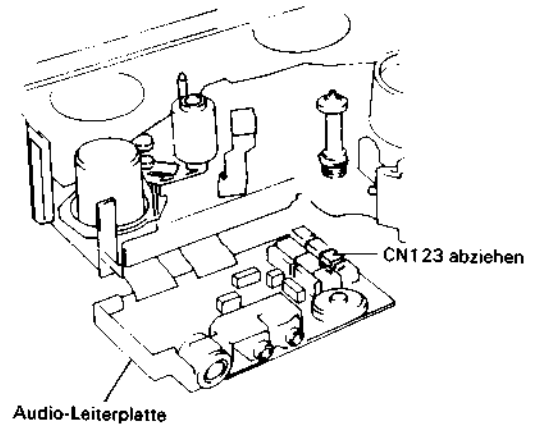

Abb. 2.55 Ausbau des Vorratsteller-Bandendensensors
Ausbau des Vorratsteller-Bandendensensors (Abb. 2.55, 2.56, 2.57)
2. Den Stecker CN123 abziehen (siehe Abb. 2.55).